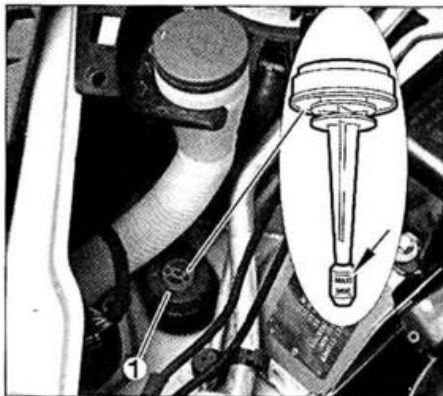

FIG. 18
- Abrir el tapón de llenado (1) (fig. 18)
- Llenar el depósito de asistencia de dirección hasta la marca MAX del tapón (1) (fig. 18).